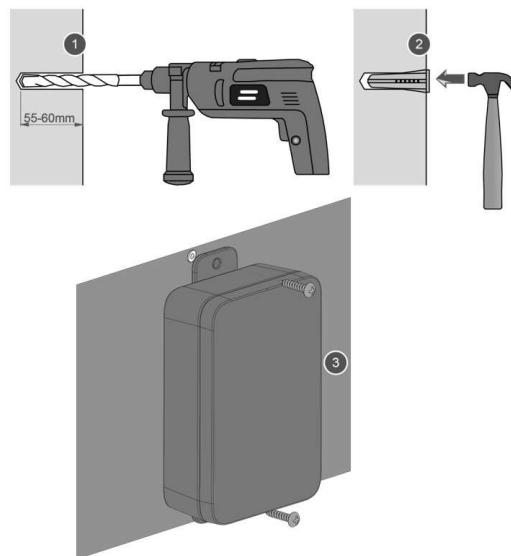

Abbildung 22: Befestigung des Gehäuses an der Wand
3. Befolgen Sie abschließend die folgenden Schritte, wie auch in **Abbildung 22** dargestellt:
- Schritt 3: Befestigen Sie das WisBlock Unify-Gehäuse mit zwei (2) ST3,5*35-mm-Gewindeschrauben an der Wand.